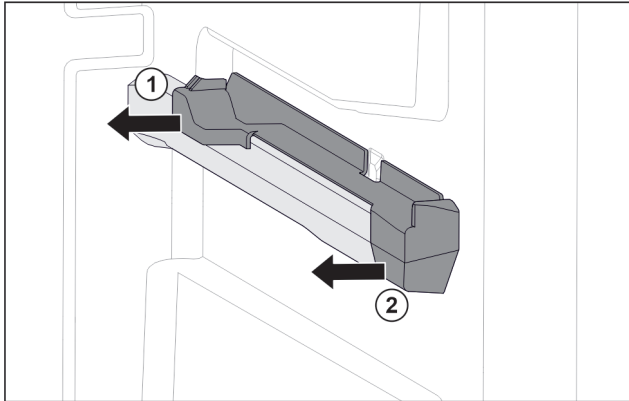

Fig. 67 Aufsteckteil auf der rechten Behälterrippe
- ▶ Aufsteckteil hinten zur Seite abziehen. Fig. 67 (1)
- ▶ Aufsteckteil vorne zur Seite abziehen. Fig. 67 (2)